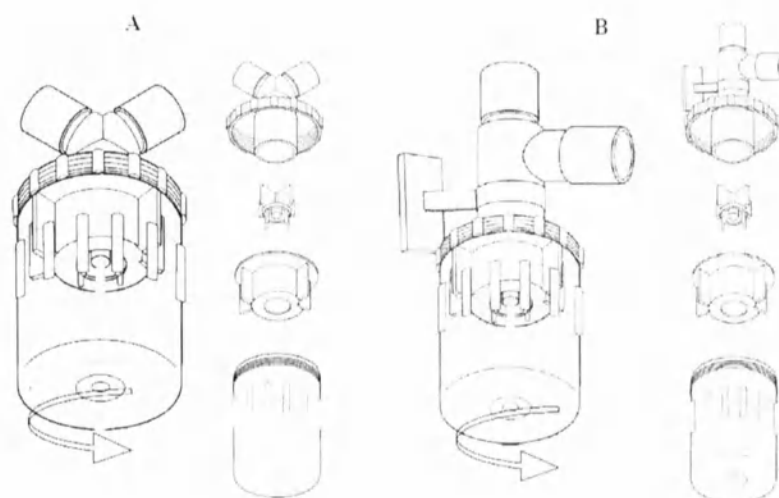

Рис. 55
Влагосборник (емкость для сбора конденсированной влаги) необходимо разобрать, повернув сосуд влево (рис. 55, исполнение А или В). Увлажнитель (10) необходимо продезинфицировать, обработать и простерилизовать способом, описанным в его собственном руководстве по эксплуатации. Затем отдельные части системы шлангов продезинфицировать, промыть проточной водой и просушить. Просушенные детали можно простерилизовать способом, указанным в приложенном руководстве по стерилизации. Все стерилизуемые предметы необходимо упаковать в воздухонепроницаемые упаковки, обозначить дату обработки с подписью медсестры, которая ответственна за проведение стерилизации. Простерилизованный материал хранится на складе стерильного материала.